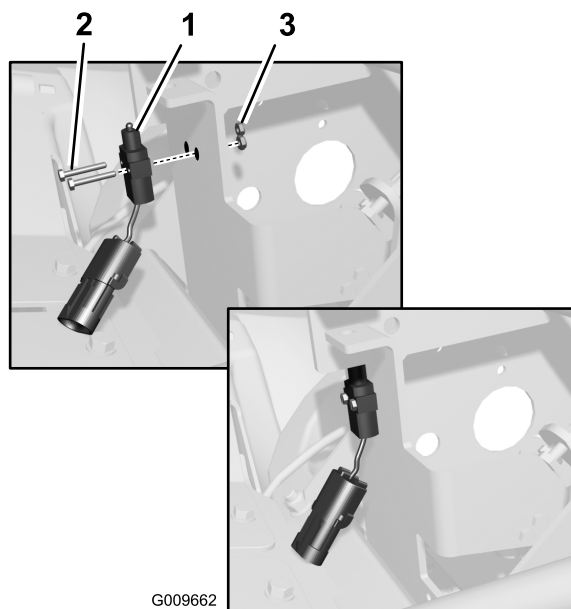

Рисунок 3
- Установите переключатель тормоза на педаль в сборе, используя два винта № 6 и контргайки (Рисунок 3).